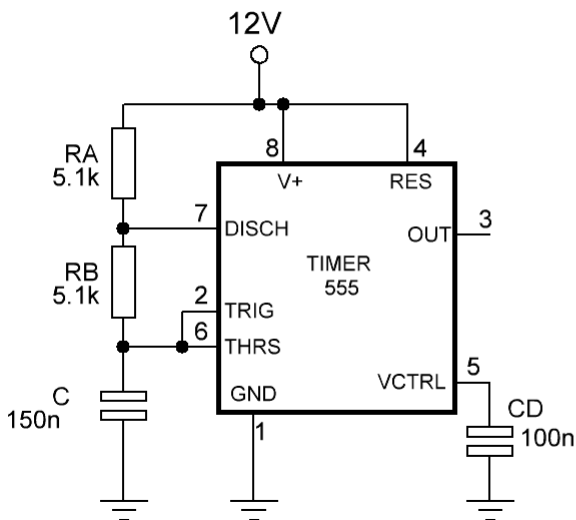

Figure 7a
1. Câbler sur la plaque d'essai le montage astable de la figure 7a.
Utiliser le montage astable de la figure 7a, en appliquant sur la pin voltage control (5) une tension variable comprise entre 3 et 10 Volts, relever l'évolution de la fréquence du signal de sortie en fonction de la tension  $V_5$ .